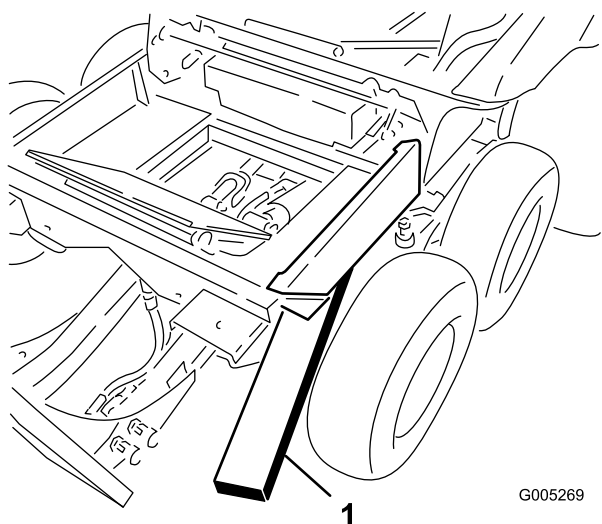

**Рисунок 41**
2. Снимите плоскую шайбу (1/2 дюйма) и гайку (1/2 дюйма), установленные на резьбовую шпильку каждой оси тележки (Рисунок 41).